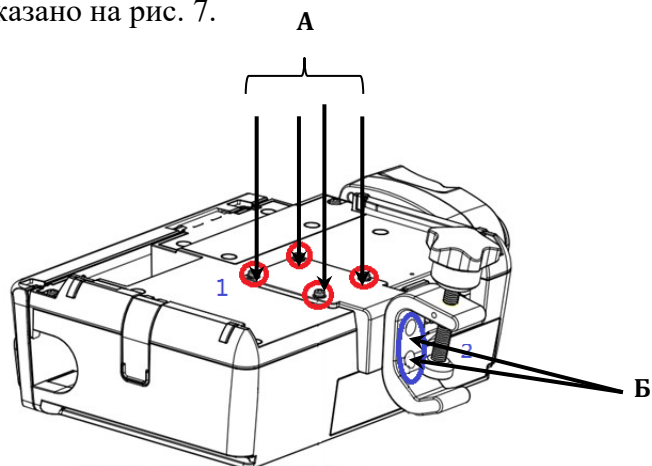
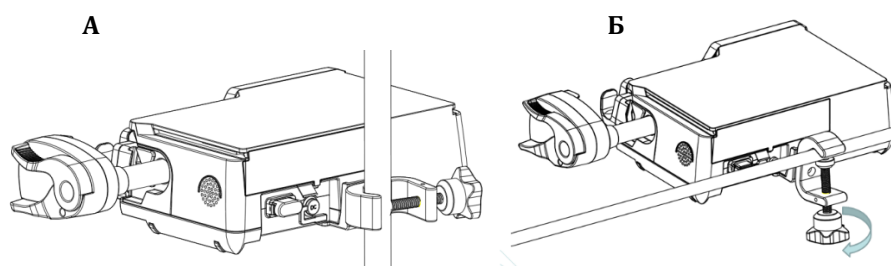

Рис. 7. Установка крепления к насосу
Рис. 8. Крепление насоса на инфузионной стойке
1. С помощью крестовой отвертки и 4 винтов М4 установите крепление на нижней части корпуса насоса, как показано на рис. 7.
2. Конструкция крепления позволяет закрепить шприцевой насос, как на вертикальной (рис. 8А), так и на горизонтальной (рис. 8Б) инфузионной опоре. Для этого установите С-образный держатель с помощью 2 винтов М4 по отношению к пластине крепления в соответствующее положение, как показано на рис. 7(Б).
1. На один из насосов установите крепление к стойке, как показано на рис. 7.